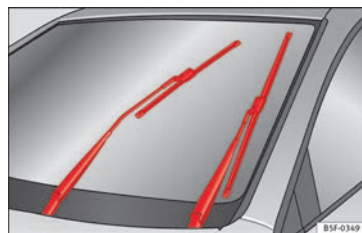

Fig. 72 Essuie-glace en position d'entretien.
- Connectez puis coupez le contact d'allumage puis (après environ 9 secondes), déplacez le levier des essuie-glaces vers le bas (balayage bref). Les balais se déplacent à la position de maintenance » Fig. 72.